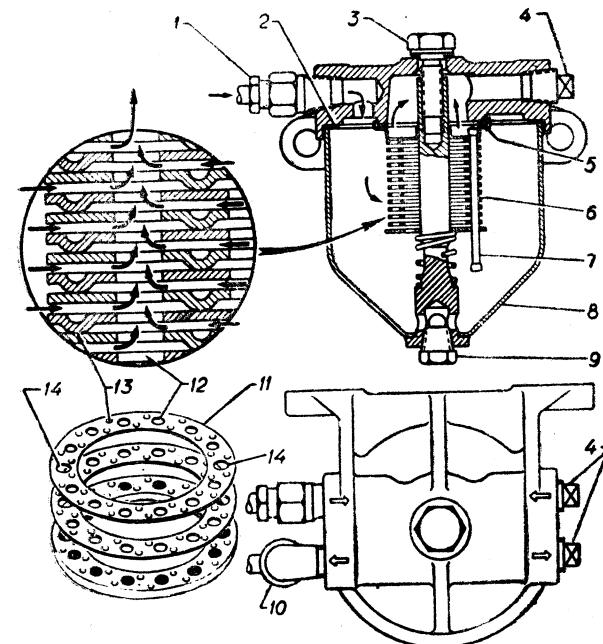

Рис. 16. Бензиновый фильтр-отстойник.
**Бензиновый отстойник** (рис. 16) прикреплен к правому лонжерону рамы сзади кабины. Фильтрующий элемент отстойника состоит из большого числа пластин 11. Пластины 11 имеют выступы 13 высотой 0,05 мм и в отверстия 12 проходит только чистый бензин, а частицы песка и грязи крупнее 0,05 мм задерживаются.